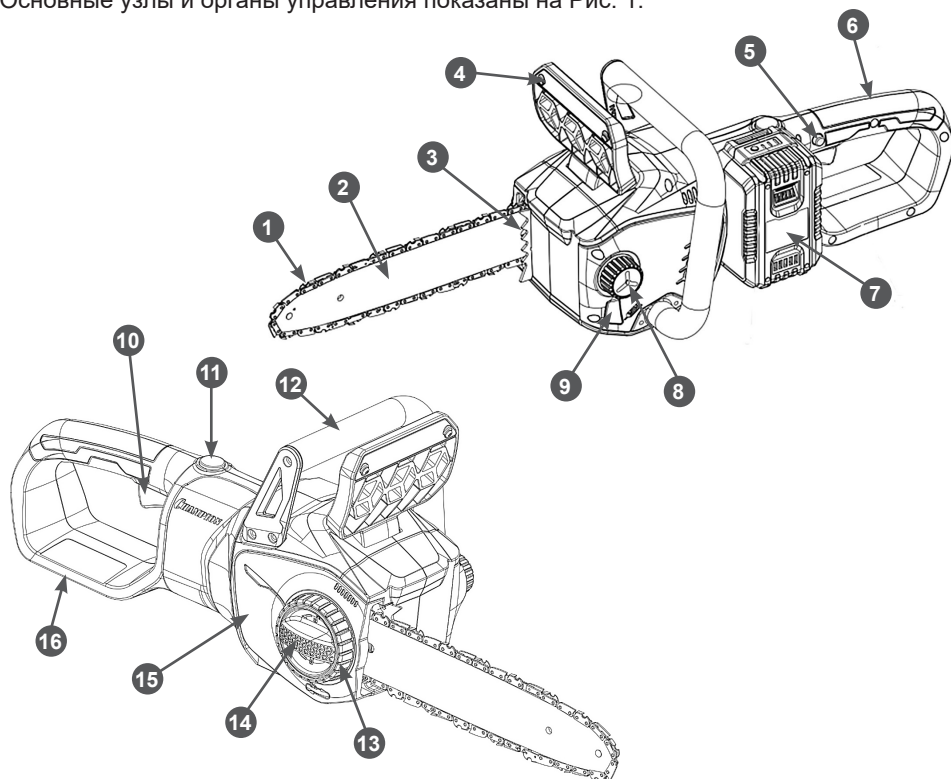

Рис. 1. Основные узлы и органы управления
Основные узлы и органы управления показаны на Рис. 1.
1. Перед установкой шины и цепи убедитесь в том, что тормоз цепи отключен. Для этого ручку тормоза 4 (Рис. 1) потяните к передней рукоятке до щелчка.
3. Открутите гайку 14 крепления шины (Рис. 1) против часовой стрелки и снимите крышку 15 шины с корпуса пилы.
Уровень масла в окне 9 (Рис.1) масляного бака виден невооруженным взглядом.
Очистите от загрязнений поверхность вокруг крышки масляного бака 8 (Рис.1). Медленно открутите крышку масляного бака. Аккуратно залейте масло для смазки.